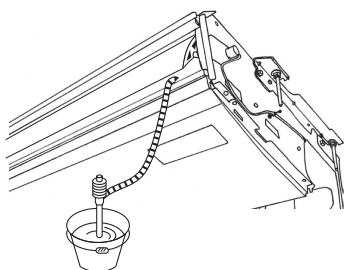

Fig. 5-3
1. Relier la douille ⑤ fournie avec l'appareil à l'orifice d'évacuation de l'appareil avec un adhésif de chlorure de vinyle.
2. Attacher la gaine ⑥ (fournie avec l'appareil) au tuyau d'évacuation ⑤.
3. Relier le tuyau d'évacuation (VP-20) à la douille ⑤ avec un adhésif de chlorure de vinyle.
4. Envelopper la gaine ⑦ (fournie avec l'appareil) autour du tuyau d'évacuation. (Bandage de soudure)
- C Gaine de la douille ⑤
- D Douille ⑤
- E Gaine de la tuyauterie d'évacuation ⑦
5. Vérifier que le système d'évacuation est correct. (Fig. 5-3)